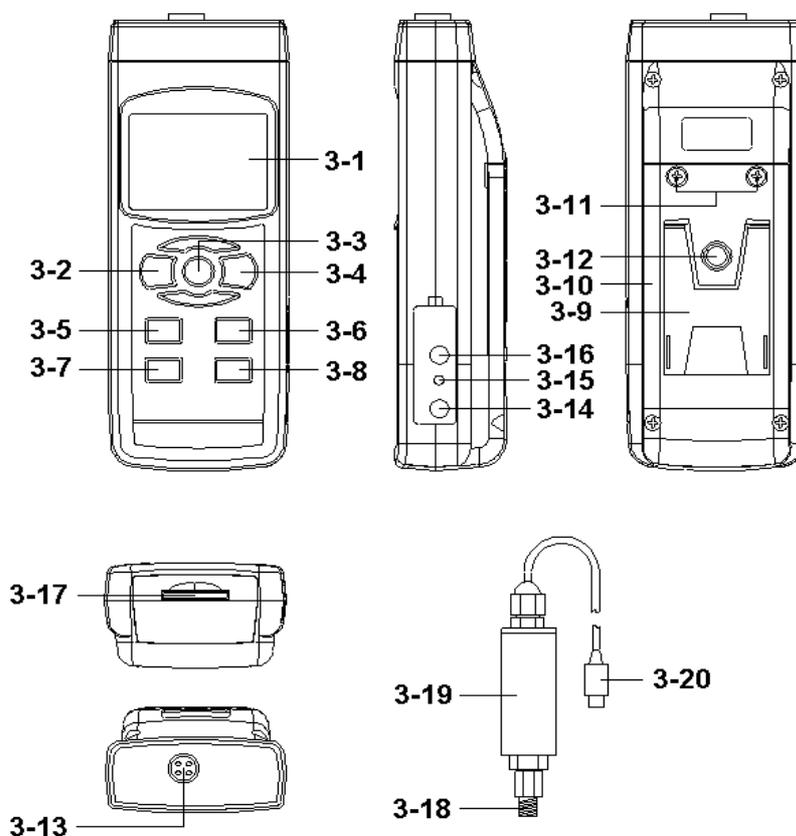

Fig.1
Après avoir sélectionné le capteur de pression le plus approprié, appuyez sur la touche du type de capteur (3-6, Fig. 1). Sur l'écran apparaîtra le type de capteur pour confirmer.
Par exemple, si le capteur sélectionné est celui de 2 bar (Modèle : PS100-2BAR), si vous appuyez sur la touche du type de capteur (3-6, Fig. 1) :
- 1) Connectez la "Prise du capteur de pression" (3-20, Fig. 1) à la "Prise d'entrée de la sonde" du mesureur (3-13, Fig. 1)
- 2) Allumez le mesureur en appuyant une fois sur la "Touche Power" (3-2, Fig. 1).
- 3) Appuyez sur la "touche du type de capteur" (3-6, Fig. 1) pour vérifier si le type de capteur est le même que le capteur de pression externe.
- 4) Appuyez sur la " Touche Unit " (3-5, Fig. 1) en séquence pour sélectionner l'unité de mesure comme: Bar, Psi, Kg/cm², mm Hg, inch Hg, mesureur H20, inch H20, Atmosphère, hPA, kPA.
Si sur l'écran la valeur zéro n'apparaît pas, appuyez sur la "Touche Zéro" (3-7, Fig. 1), > 10 secondes sans cesse et la valeur de l'écran passera à zéro.
6) Connectez le "Port connecteur du capteur de pression" (3-18, Fig. 1) pour l'installation pour mesurer la valeur de la pression.
Pendant la mesure, appuyez sur la "Touche Hold" (3-3, Fig. 1) pour maintenir la valeur de la mesure et l'écran LCD indiquera le symbole " HOLD".
1) La fonction d'enregistrement de données garde les lectures des valeurs maximum et minimum. Appuyez une fois sur la touche "REC" (3-4, Fig. 1) pour initialiser la fonction. Le symbole " REC " apparaîtra sur l'écran.
a) Appuyez sur la touche " REC " (3-4, Fig. 1) le symbole " REC. MAX. " avec la valeur maximum apparaîtra sur l'écran.
Si vous essayez d'effacer la valeur maximum, appuyez une fois sur la " Touche Hold " (3-3, Fig. 1) et sur l'écran apparaîtra uniquement le symbole " REC. " alors que la fonction de mémoire s'exécutera sans cesse.
b) Appuyez à nouveau sur la "Touche REC" (3-4, Fig. 1), le symbole " REC. MIN. " avec la valeur minimum apparaîtra sur l'écran. Si vous essayez d'effacer la valeur minimum, appuyez sur la " Touche Hold " (3-3, Fig. 1) et sur l'écran apparaîtra uniquement le symbole " REC. " alors que la fonction de mémoire s'exécutera sans cesse.
Pendant la mesure, appuyez une fois sur la "Touche Backlight" (3-2, Fig. 1) pour éteindre la lumière de fond.
Préparez une carte de mémoire SD (de 1 GB à 16 GB), insérez la carte SD dans la fente de la carte (3-17, Fig. 1). La partie avant de la carte SD devra être proche de la partie inférieure.
Appuyez une fois sur la touche " REC " (3-4, Fig. 1) et sur l'écran LCD apparaîtra le texte "REC", ensuite appuyez sur la " Touche Logger " (3-8, Fig. 1), et le symbole " DATALOGGER " clignotera alors que les données de mesure et l'information horaire se gardent dans le circuit de la mémoire.
Pendant l'exécution de la fonction de l'enregistreur de données, si vous appuyez une fois sur la touche " Logger " (3-8, Fig. 1), la fonction de l'enregistreur de données s'arrêtera (elle laissera les données de mesure temporairement dans le circuit de mémoire). En même temps, le texte " DATALOGGER " cessera de clignoter.
Si vous appuyez une fois de plus sur la touche " Logger " (3-8, Fig. 1) l'enregistreur de données s'exécutera à nouveau, le texte " DATALOGGER " clignotera sur l'écran.
Alors que la fonction enregistrement de données est stoppée, appuyez sur la touche " REC " (3-4, Fig. 1) sans cesse pendant au moins deux secondes. L'indication " REC " disparaîtra et la fonction d'enregistrement de données finalisera.
Appuyez une fois sur la touche " REC (3-4, Fig. 1) sur l'écran apparaîtra le texte " REC ", ensuite appuyez une fois sur la touche " Logger "(3-8, Fig. 1) et le symbole REC clignotera et le beep sonnera une fois en même temps que les données de mesure avec l'information horaire se gardent dans le circuit de mémoire. L'écran inférieur indiquera la position (Localisation) et elle se gardera aussi dans la carte SD.